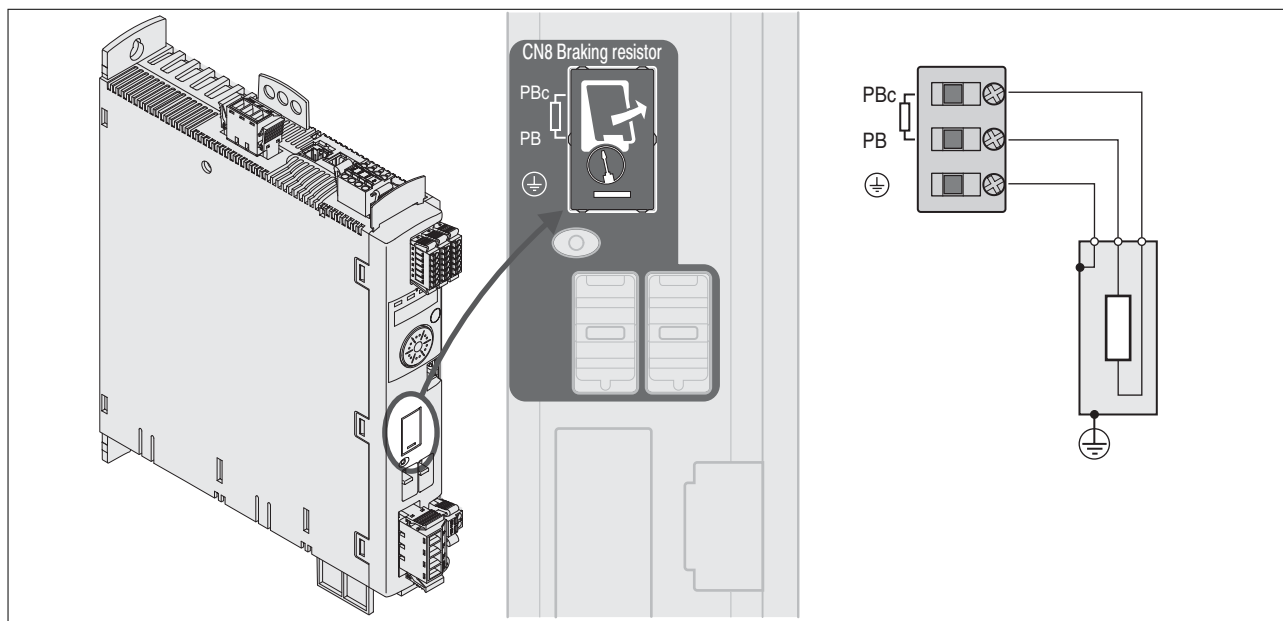

Ilustración 28: Esquema de conexiones de la resistencia de frenado
- ▶ Conecte la resistencia de frenado externa al equipo, véase Ilustración 28. Tenga en cuenta el par de apriete prescrito para los tornillos de bornes.